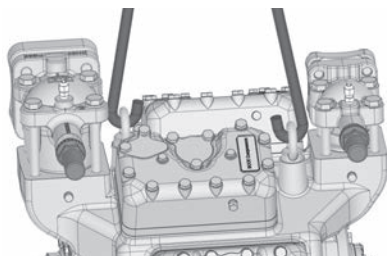

Рис. 7
- Варианты транспортировки и строповки за транспортную серьгу (рис. 7).